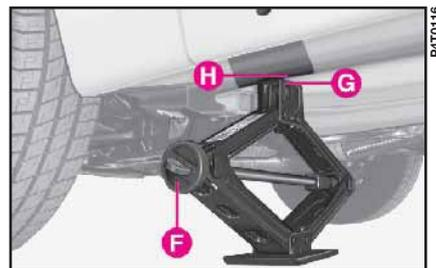

fig. 9
10) Ruotare a mano il volantino **F** (fig. 9) del cric in modo da aprirlo parzialmente, quindi posizionare il cric sotto la vettura.
11) Azionare a mano il cric in modo da aprirlo sin quando la scanalatura **G** (fig. 9) del cric si inserisce correttamente sul profilo inferiore **H** ricavato sulla scocca.